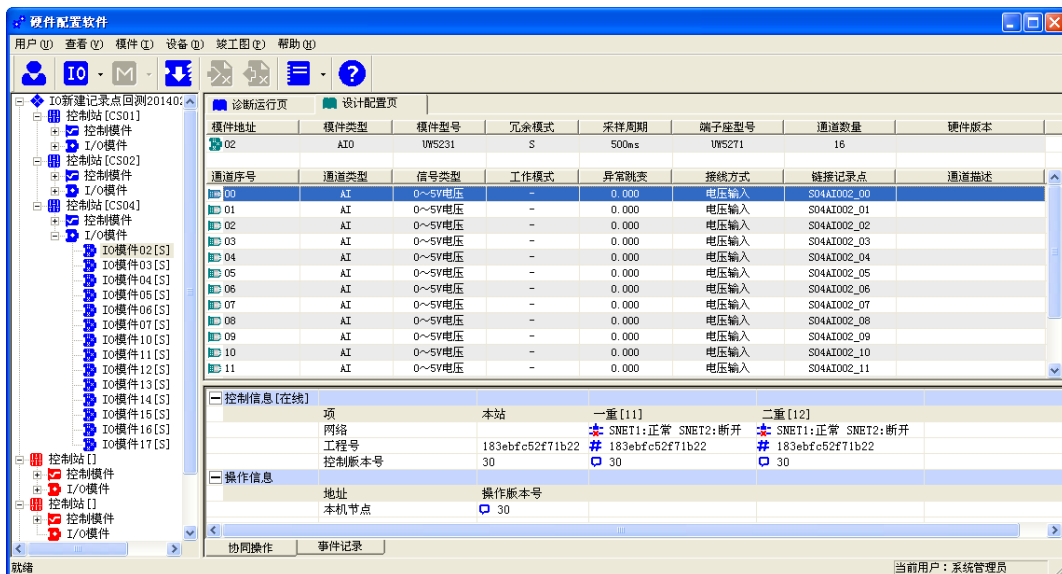

图 4-19 设计配置 IO 模块
1. 添加好 I/O 模块后，选择相应的 IO 模块，切换到设计配置页窗口，根据实际工程所需要的通道信号类型来配置通道的信号类型，使用的端子座型号以及各个通道的接线方式，以便导出工程竣工图时能获得完整准确的信息。如图 4-19 所示。
在上图 4-19 中，选择已组态好的 IO 模块，此时在右边的编辑框内出现 IO 通道信息，且 IO 通道信息根据诊断运行和设计配置分别在两个页面中显示，如图 4-23 所示。